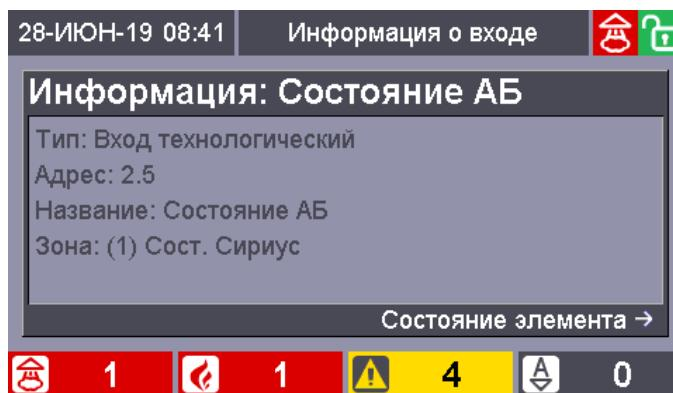

Рисунок 13. Экран режима отображения конфигурационных параметров элемента
- конфигурационные параметры: тип, адрес, название, зона (см. рисунок 13);